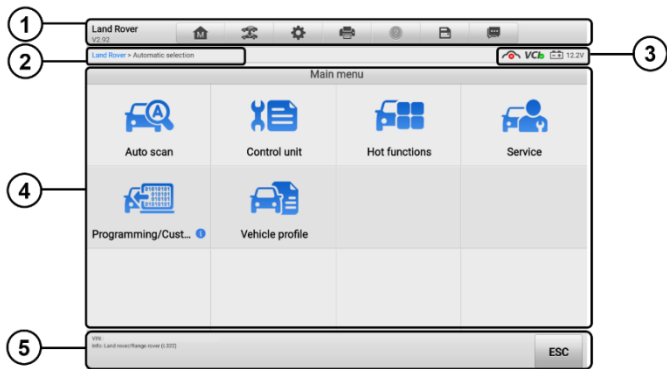

Figura 4-6 Tela do Menu Principal
1. Toque no botão do aplicativo **Diagnóstico** no Menu de Tarefas do MaxiSys. Selecione as informações do veículo correspondentes e acesse a tela do Menu Principal (Figura 4-6).